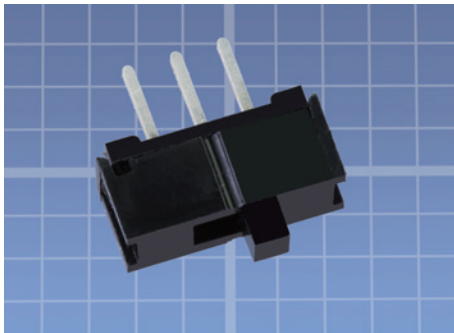

图 4-5 本书推荐使用的超小型滑动开关
**滑动开关**上有一个小控制杆，你用手指前后推动它，就在开关内部形成或断开了电学连接，如图 4-5 所示。它有三根引脚，间隔 0.1 英寸。如果你要自己购买元件，请参考第 6 章 **其他元件** 一节，找到第 4 章的购物清单，获取关于开关的更多信息。